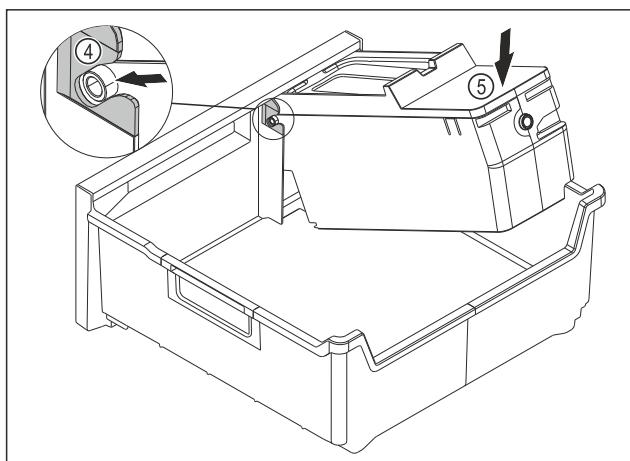

Fig. 91
- Смонтируйте корпус EasyTwist-Ice: Вставьте оси корпуса EasyTwist-Ice в направляющие Fig. 91 (4).
- Вдавите корпус EasyTwist-Ice Fig. 91 (5) вниз.